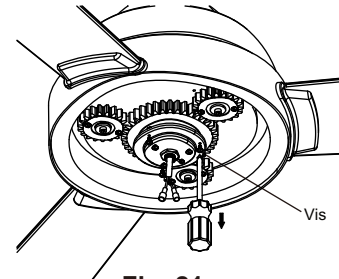

Fig. 21
**Étape 1.** Retirez trois (3) vis comme indiqué et économisez pour une utilisation ultérieure. (Fig. 21)